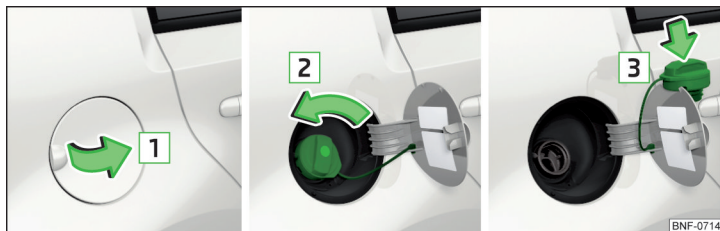

Abb. 135 Tankklappe aufklappen / Tankverschluss herausdrehen / Tankverschluss auf die Tankklappe stecken
- Die Tankklappe in Pfeilrichtung **1** aufklappen » Abb. 135.